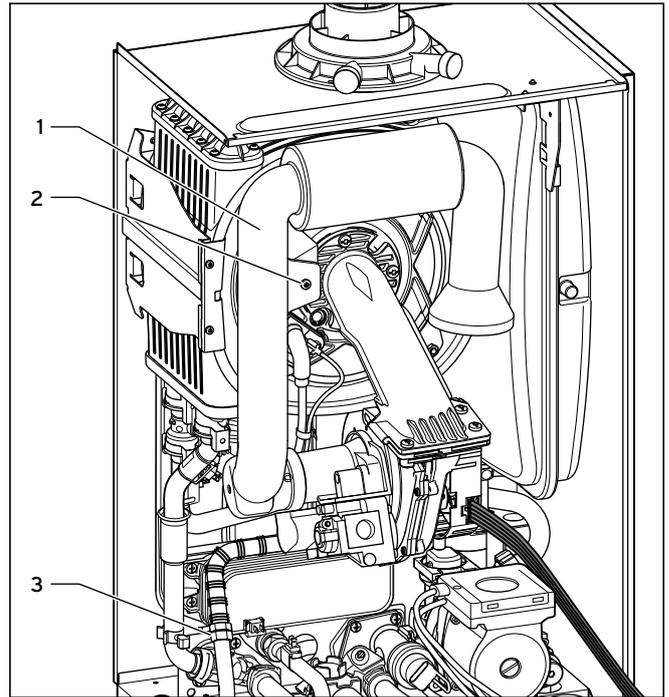

Abb. 8.7 Gaszuleitung anschließen
- Prüfen Sie die Gasdichtheit an den Gasanschlüssen (3) und (11) mit Lecksuch-spray! (Abb. 8.7 und 8.8).
- Prüfen Sie, ob der blaue Dichtring im Luftansaugrohr (1) richtig im Dichtungssitz liegt, siehe Abb. 8.7.
- Stecken Sie das Luftansaugrohr auf den Ansaugstutzen und befestigen Sie das Rohr mit der Halteschraube (2), siehe Abb. 8.7.